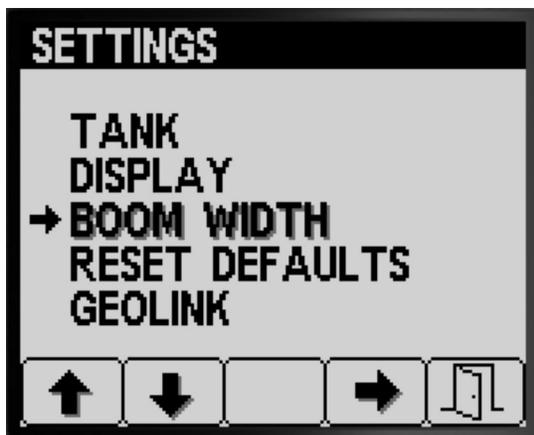

图 32
- 按 Settings 设置屏幕上的 2 号按钮直至到达 BOOM WIDTH 喷洒臂宽度选项图 32。
- 按 4 号按钮可选择 BOOM WIDTH 喷洒臂宽度条目图 32。